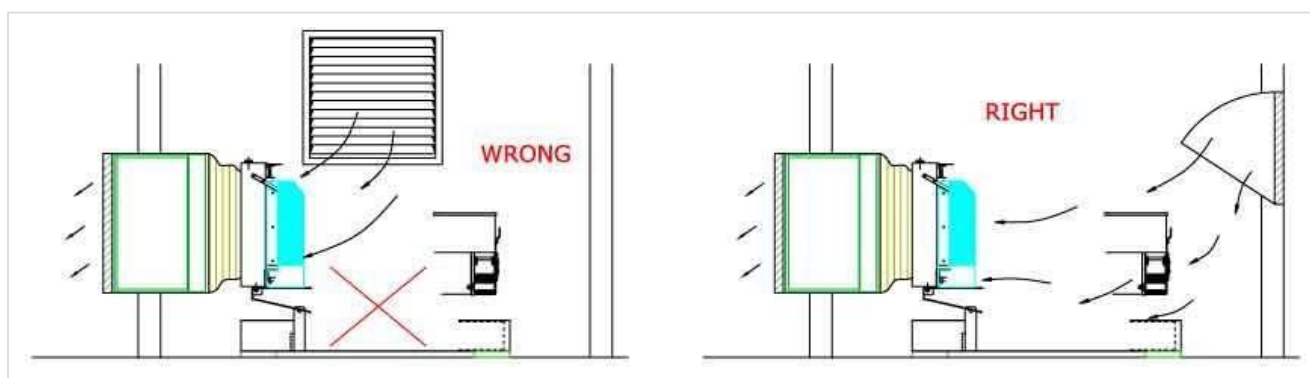

РИС. 6 (неправильно) и РИС. 7 (правильно) — схемы приточных проемов.
- На РИС. 6 показан приточный проем, расположенный высоко в стене и под прямым углом к потоку воздуха от вентилятора. Это неправильно и не должно рассматриваться. При такой схеме охлаждающий воздух будет проходить мимо генератора переменного тока и воздушного фильтра двигателя, что приведет к повышению рабочих температур, если только нагрузка не будет снижена.